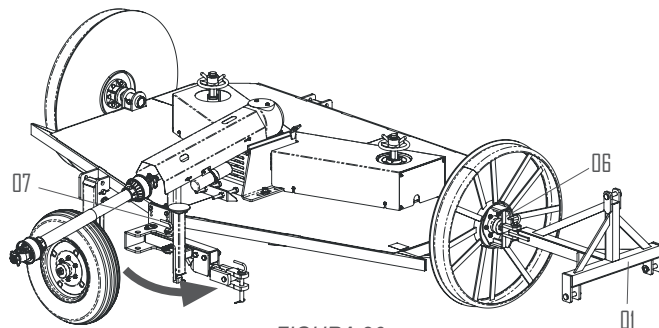

FIGURA 36
3 - Retire o pino de trava (4), conforme indicado na Figura 36, e libere o kit de transporte (5) localizado na parte traseira da máquina. Após posicioná-lo corretamente, reinsira os pinos (4) para garantir a fixação segura.
5 - Em seguida, desacople o cabeçalho de transporte (1), conforme Figura 36, do cabeçalho de engate (2), e manobre o trator cuidadosamente para acoplar ao cabeçalho de engate de transporte (6), seguindo o procedimento seguinte.